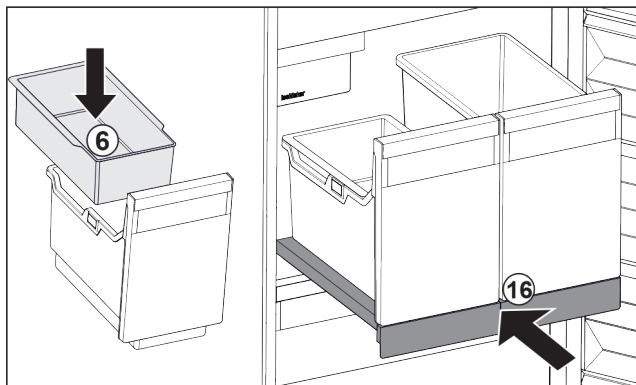

Fig. 176
- ▶ Vsadte závěsnou misku Fig. 176 (6) pro kostky ledu.
- ▶ Zasuňte vysouvací přihrádku s nádobou (IceTower). Fig. 176 (16)